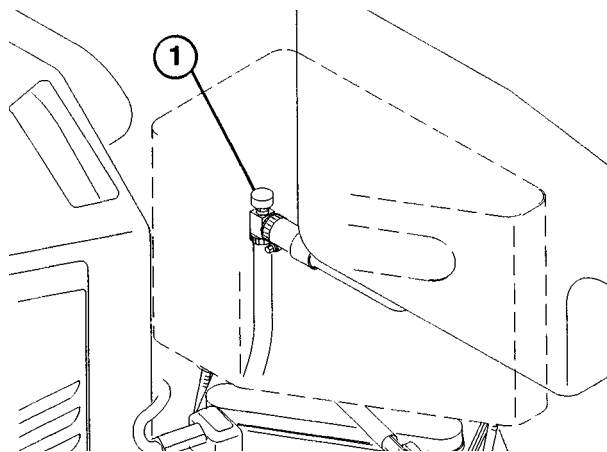

Bild 8
**Kraftstoffhahn** (Bild 8)—Beim Einlagern der Maschine den Kraftstoffhahn schließen.